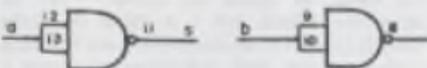

Figura 2 - Portas NAND como inversoras
mostrado na figura 2; esta configuração se caracteriza por apresentar na saída um nível lógico complementar ao da entrada ou seja: se a entrada a (figura 2) estiver a, digamos, 3 volts (nível alto-H) em relação à terra, a saída s (pino 11 da figura 2) apresentará um nível baixo — L — em torno do 0 (zero) volt e, se à entrada a tivermos um sinal com tensão inferior a 0,8 volts (nível baixo — L) a saída apresentará uma tensão de alta (H) da ordem de 3 a 4 volts. A tabela da figura 3 resume o exposto.